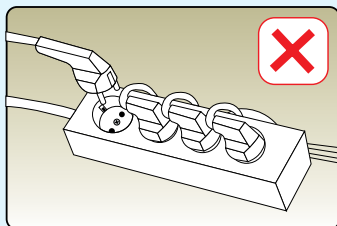

РИСУНОК 11
- Запрещается подключить в мультирозеточный блок и использовать удлинитель. (Рисунок 11)